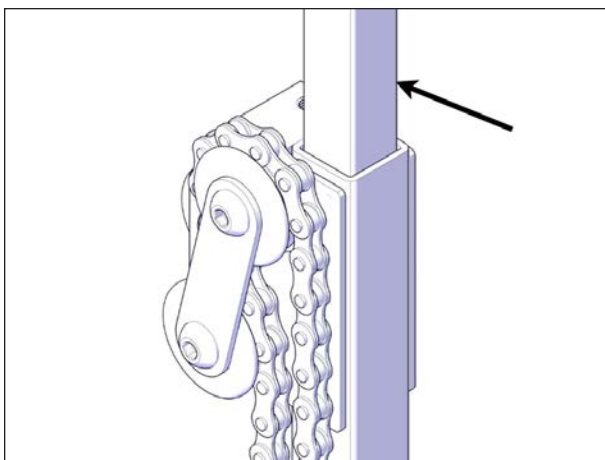

FIGURE 110: GRAISSAGE DES COMPOSANTS COULISSANTS
7. Vaporiser la graisse sur toutes les parties coulissantes et sur les composants mécaniques des vérins, voir Figure 110.